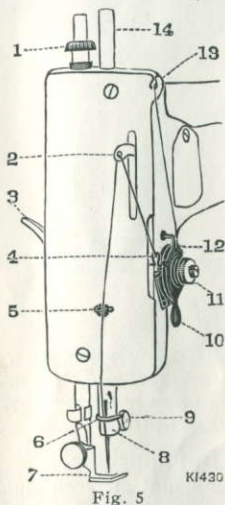

Fig. 5
(Zie Fig. 5.)
zijde van de frontplaat (13, Fig. 5), dan rijgt men den spoelwinder in, door den draad eerst beneden door het oogje (1) van den draadgeleider en dan van beneden naar boven door de opening aan de bovenzijde (2) te trekken. Trek de centrum-as (3) naar links uit en leg het spoelklosje in de daardoor ontstaande ruimte; nu legt men het eind van den draad tusschen het rechterind van het spoelklosje en den spoelwinder, draait het vliegwiel naar zich toe en begint te winden, door met de trede dezelfde beweging als bij het wien te maken. Als het spoeltje bijna vol is, neemt men het uit den spoelwinder, door het linker centrum-asje uit te trekken, trekt den spoelwinder weder van den rand van het vliegwiel af en draait de radafzetting weder aan door deze van zich af te draaien.
Als de draad lussen maakt.—Dit moet men voorkomen, door het regelen der spanningen (zie blz. 11). Men moet er op letten, dat schuitje en naald geheel volgens voorschrift zijn ingeregen en dat men garen gebruikt van goede kwaliteit en passend bij de naald, die men gebruikt. (Zie tabel op de binnenzijde van den omslag). Let er ook op, dat de veer (4, Fig. 5) niet gebroken is.